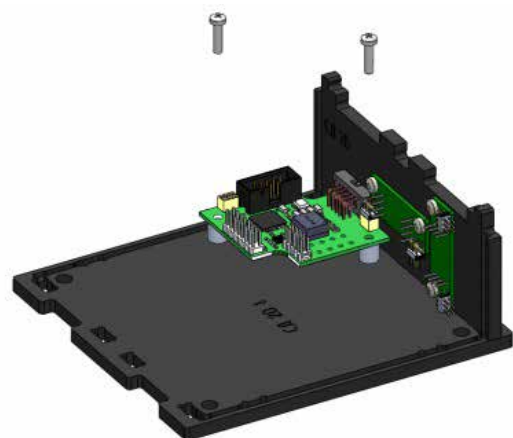

Рисунок 77. Крепление боковой стенки
5) Закрепить плату с боковой стенкой на нижнем основании. Для этого совместить выступы боковой стенки с отверстиями в основании и защелкнуть. Плату закрепить винтами M3x12 с цилиндрической головкой, придерживая пластиковые шайбы (рисунок 77):